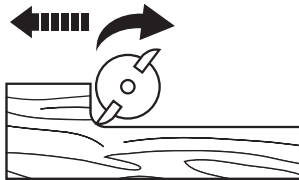

Fig. 19
- > Frezați întotdeauna în sensul invers direcției de rotație a vârfului de frezare. În caz contrar vârful de frezare se va slăbi în manșonul de fixare (fig. 19, 20).